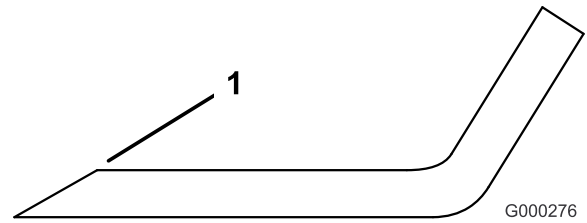

Figura 80
1. Utilice una lima para afilar el filo de corte en ambos extremos de la cuchilla (Figura 80).